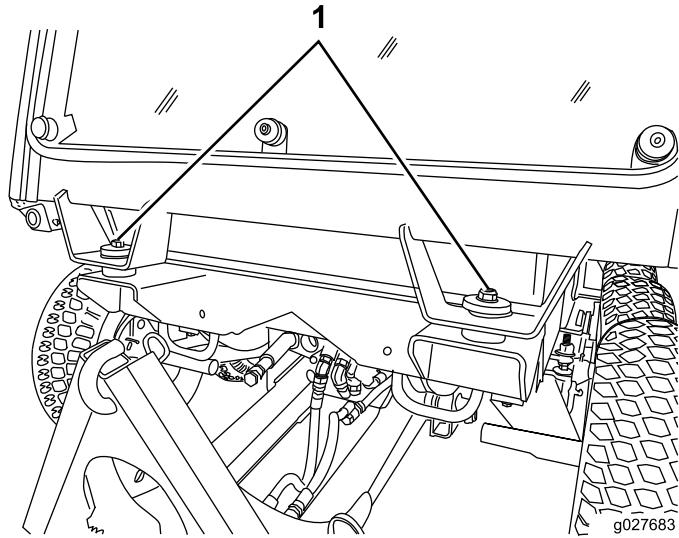
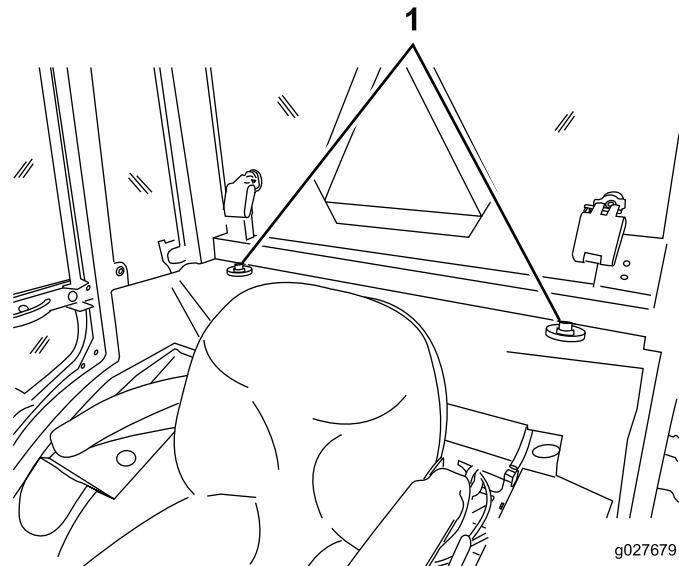

図 63
図 64
- キャブの前後の取り付け位置 図 63 と 図 64 を探し出す。